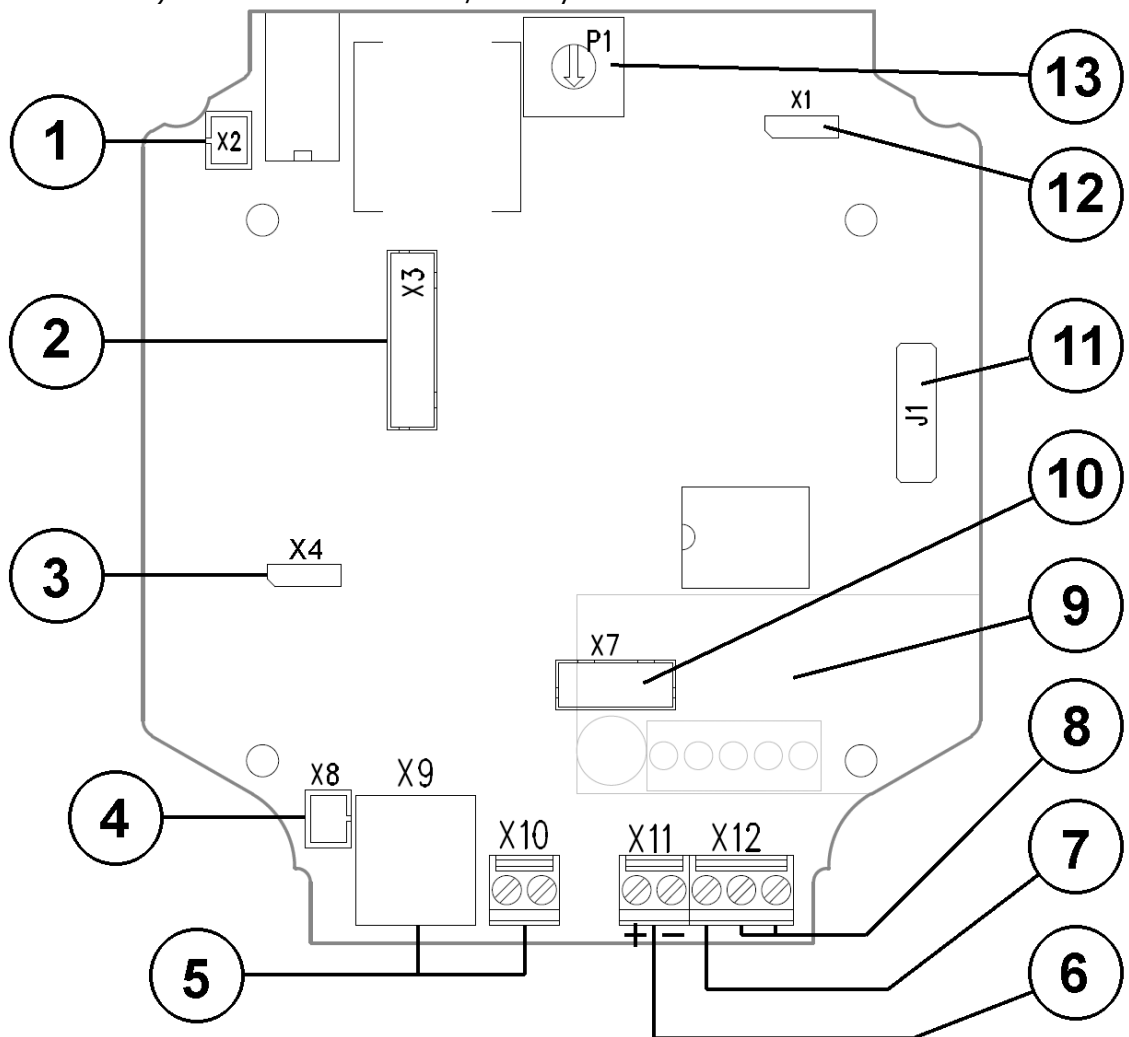

Abbildung 2.11 2N® Helios Force / Safety Verbindungen, PCB Version 3
**Abb. 2.11** zeigt die Anordnung der Verbindungen auf der Leiterplatte (printed circuit board = PCB) der 2N® Helios Force / Safety.